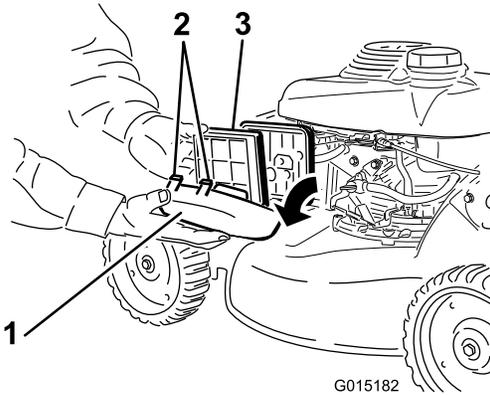

Figura 35
1. Presione hacia abajo los cierres de la parte superior de la tapa del limpiador de aire y retire la tapa (Figura 35).
2. Retire el filtro de aire (Figura 35).